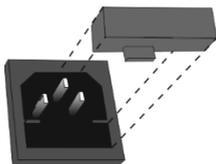

Figura 7. Sustitución de fusibles
12.4. **Sustitución del fusible.** Desconecte del circuito eléctrico. Extraiga el enchufe de alimentación de la parte trasera del aparato (fig. 1/2). Extraiga el portafusibles haciendo palanca en el hueco (figura 7). Extraiga el fusible del soporte. Compruebe y sustituya por el fusible correcto, si es necesario, **M** 3,15 A para 230 V y **M** 6,3 A para 120 V (tipo **M** - retardo: Medio).